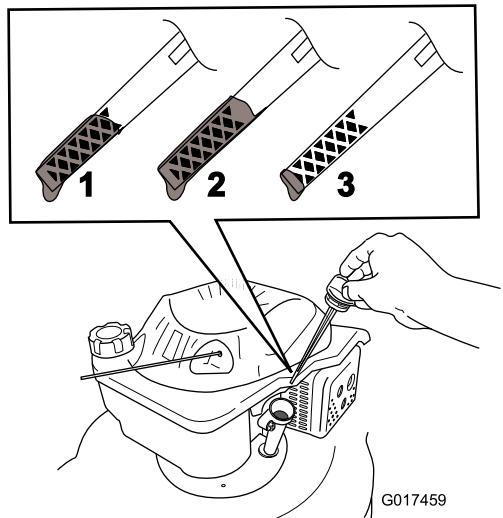

Figure 10
5. Pour déterminer le niveau d'huile correct indiqué par la jauge, voir (Figure 10).
Remarque: Versez de l'huile dans le carter moteur jusqu'à ce que la jauge indique le niveau correct, comme illustré à la Figure 10. Si vous remplissez excessivement le carter moteur, vidangez l'excédent d'huile comme expliqué à la section Vidange et remplacement de l'huile moteur.